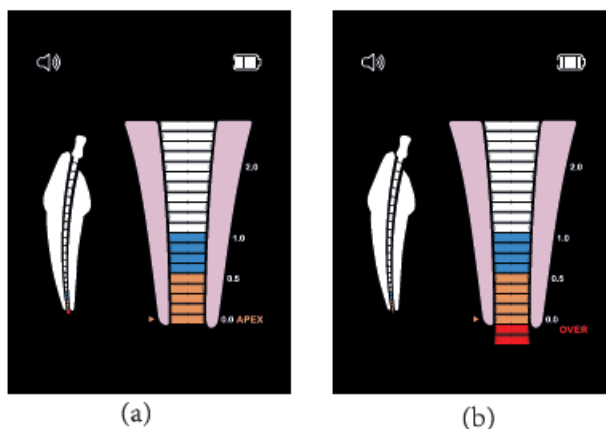

Рисунок 7
- а) Когда индикаторная полоса достигает положения шкалы 0,0 и на экране отображается «APEX», это означает, что эндо-файл достиг анатомического апикального отверстия. Из измеренной длины вычтите 0,5–1,0 мм, чтобы получить рабочую длину. [Рисунок 7 (а)]
- б) Когда индикаторная полоса достигает красной области «OVER», это указывает на то, что эндо-файл вышел за апикальное отверстие. Одновременно будет воспроизводиться непрерывный звуковой сигнал. [Рисунок 7 (б)]